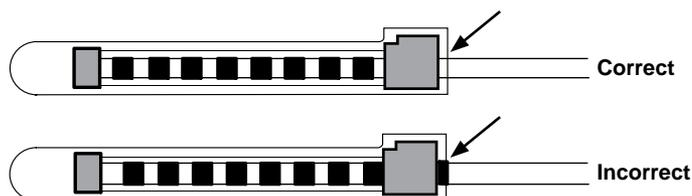

Figure 24. Fixation de la sonde DBS dans le capuchon de la sonde
*Remarque : s'assurer d'insérer totalement l'extrémité proximale de la sonde DBS dans le capuchon de la sonde de manière à ce que le manchon de rétention soit situé sous la vis de pression (Figure 24).*